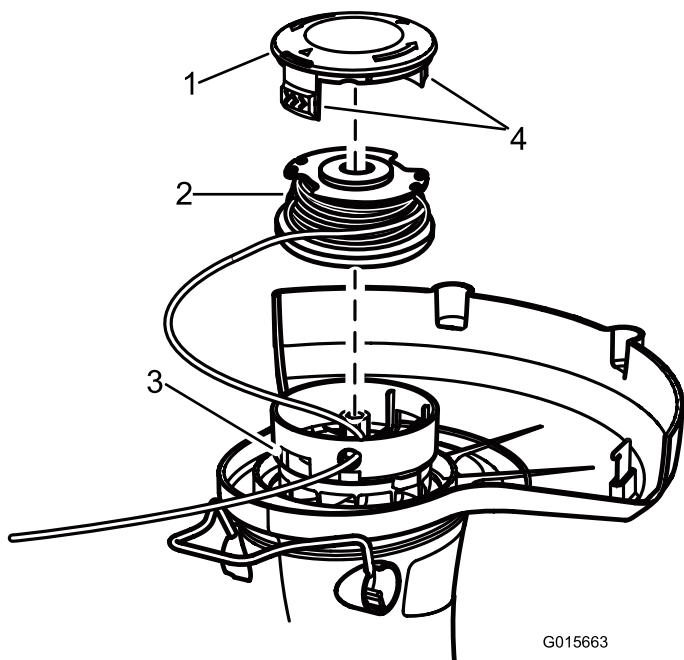

Figure 15
2. Appuyez sur les languettes de chaque côté du chapeau de fixation de la bobine (Figure 15).
2. Retirez la bobine. Voir Remplacement de la bobine (Figure 15).